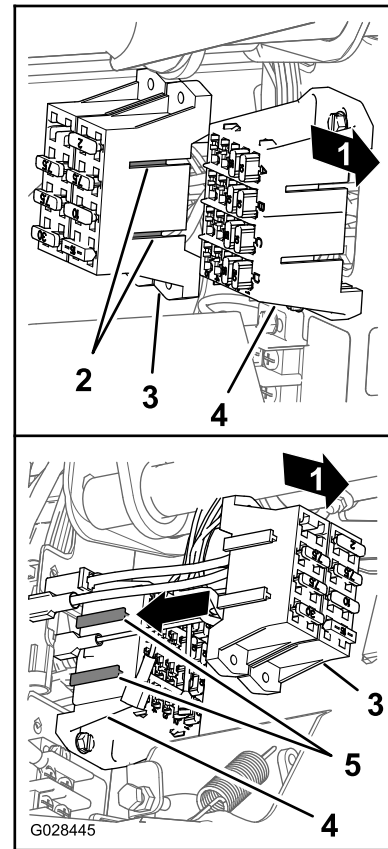

Bild 26
4. Fluchten Sie die T-Anschlussstücke am Sicherungskasten für das Sprühfahrzeug mit den T-Schlitzlöchern des Sicherungsblocks für die Maschine aus und schieben Sie den Sicherungskasten des Sprühfahrzeugs in die Schlitzlöcher, bis der Sicherungskasten einrastet (Bild 26).